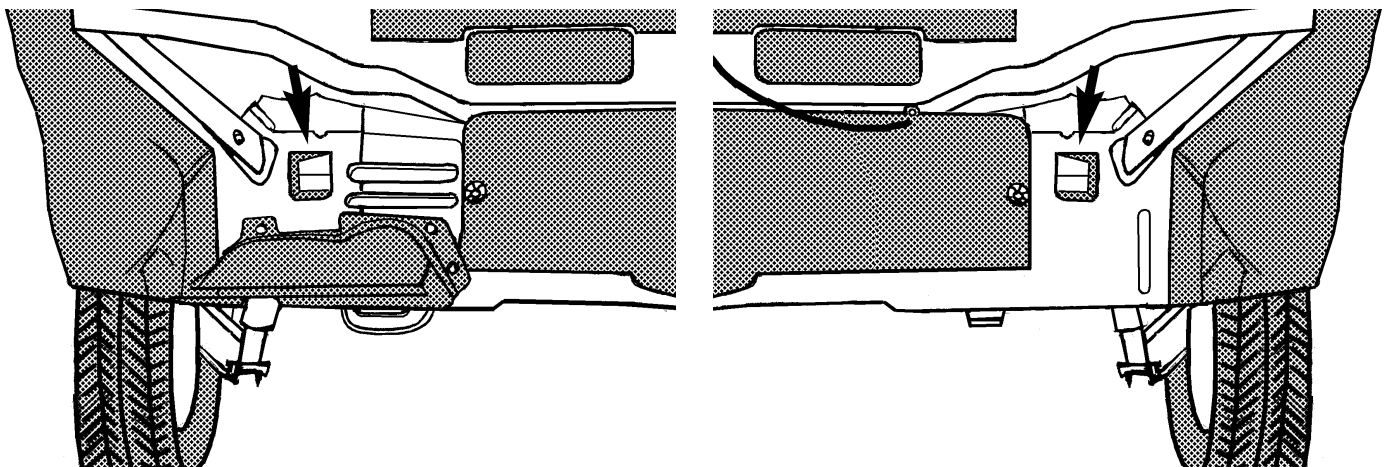

FIG.1
2. Plaats de trekhaak in de chassisbalken (zie fig.1) en bevestig deze t.p.v. de punten A met vier bouten M10x30 inclusief contra's (40x5 L=40mm) en veerringen. Draai de bouten overeenkomstig de tabel vast. Plaats de twee PE schuimblokken als afdichting in het chassis.
2. Place the towbar in the chassis beams (see figure 1) and fix at points A with four M10 x 30 bolts with backplates (40 x 5, L=40 mm.) and spring washers. Tighten the bolts to the torque as shown in the table. Place the two PE foam blocks as sealing on the chassis.
2. Positionner l'attache-remorque dans les longérons de châssis (voir la fig.1) et la fixer à l'emplacement des points A avec quatre boulons M10x30, y compris les contre-pièces (40x5 L=40mm) et les rondelles grover. Serrer les boulons conformément au tableau. Mettre les deux blocs de mousse PE pour le colmatage dans le châssis
2. Colocar el gancho de remolque en los travesaños del chasis (véase la fig. 1) y fijarlo a la altura de los puntos A con cuatro tornillos M10x30 inclusive contratuercas (40x5 L=40mm) y arandelas grover. Apretar los tornillos de acuerdo con la tabla. Colocar ambos bloques de espuma PE en chasis para obturarlos.
2. Placera dragkroken i chassibalkarna (se fig. 1) och fäst den på punkterna A med fyra skruvar M10x30 inklusive motbrickor (40x5 L=40 mm) och fjäderbrickor. Momentdrag skruvarna enligt tabellen. De två PE-skumblocken placeras som tätning i chassi.
2. Anbring anhængertrækket i chassisvangerne (jævnfør fig. 1). og monter dette ved punkterne A med fire bolte M10x30 inklusiv spændplader (40x5 L=40mm) og fjederskiver. Spænd boltene ifølge tabellen. Anbring de to PE skumgummistykker til at tætte chassis med.